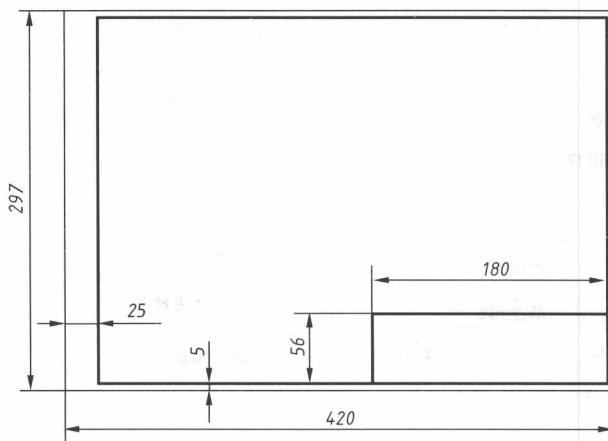

图 1-10 A3 幅面图纸格式及尺寸
4) 按照国家标准 GB/T 14689 技术制图, 图纸幅面和格式绘制 A3 幅面的边框和图框, 参照图 1-10。